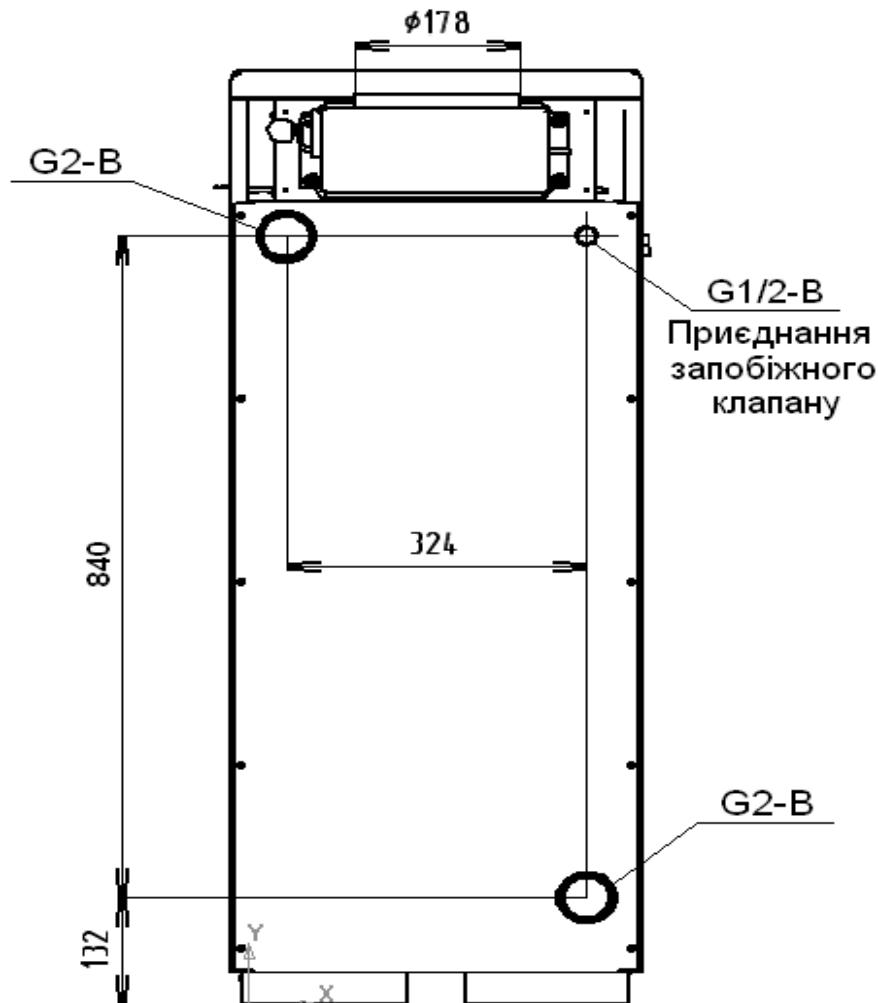

**Рисунок 1. Котел опалювальний**
- експлуатація котла при відкритій засувці (рисунок 1, поз. 22);
Встановити регулятор тяги . Для цього на лівій стінці котла вигвинтити заглушку поз.16 (рис.1).
Другу кінцівку ланцюжка просунути через прямокутний отвір на заслінці поз.11 (рис.1) та закріпити гачком за ланку ланцюжка. Перевірити можливість вільного руху важіля при повороті ручки управління.
Встановити вентилятор. Для цього на правій стінці котла демонтувати заглушку поз.25 (рис.1).
Вирізати прямокутний отвір у прокладці поз.24 (рис.1) за розміром отвору у фланці поз. 23 (рис.1).
Закріпити вентилятор на фланці поз.23 (рис.1) через прокладку поз. 24 (рис.1) за допомогою чотирьох гайок М6 з шайбами.
7.1.1 Відкрити шибер (поз.18, рисунок 1) та засувку (поз.22, рис. 1).
7.1.3 Після займання вугілля, провести повне завантаження паливом рівномірно по всій поверхні колосників. Висота шару завантаженого вугілля повинна складати приблизно половину висоти топки від колосників, але не вище нижнього краю завантажувальних дверцят. Закінчивши завантаження розрівняти шар палива. Закрити засувку (поз.22, рисунок1).
7.1.4 Регулювання температури води у котлі проводиться за допомогою шибери (поз.18, рисунок 1) та заслінки (поз.11, рисунок 1). Для збільшення температури необхідно відкрити шибер та заслінку, для зменшення — повністю або частково закрити шибер та заслінку.
При обладнанні котла регулятором тяги Regulus RT3 або Honeywell FR124 регулювання температури води проводиться за допомогою шибери (поз.18, рисунок 1) та регулятора тяги. Для
При обладнанні котла регулятором роботи котла та вентилятором після розпалу котла закрити заслінку поз.11 (рис. 1), після чого включити регулятор та встановити потрібні настройки згідно настанови з експлуатації. При роботі котла заслінка повинна бути закрыта.
7.2.1 Для припинення роботи котла повністю закрити заслінку (поз.11, рисунок 1). При цьому припиняється подача повітря у топку і паливо поступово загасає.